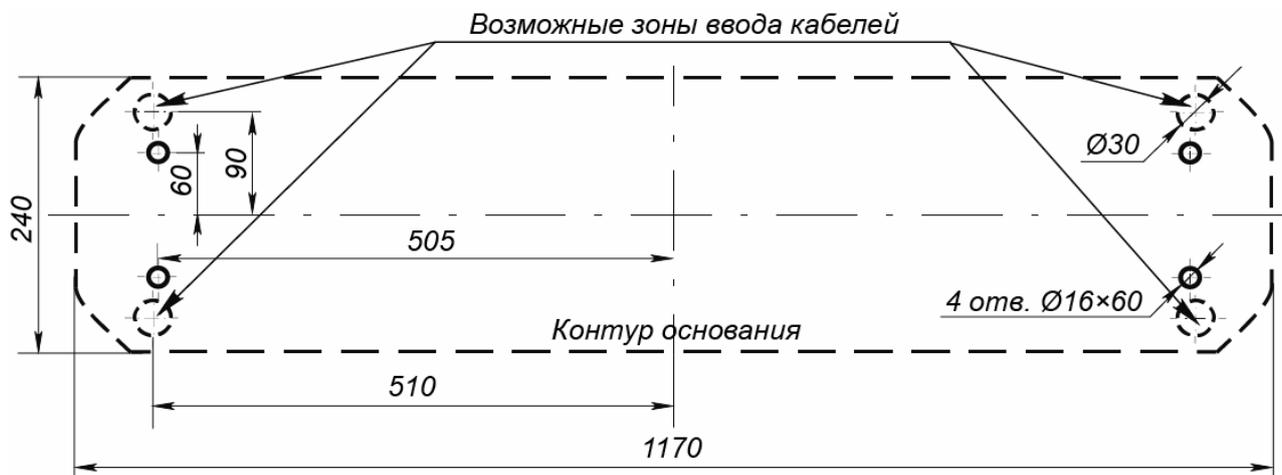

Рисунок 11. Схема разметки для установки стойки ЭП
4. Согласно схеме, приведенной на рис. 11, произведите разметку и разделку отверстий на установочной поверхности под гильзы анкеров для крепления стойки ЭП.
6. При необходимости прокладки кабелей под поверхностью пола подготовьте в полу кабельный канал, подходящий к одной из зон подводки кабелей, указанных на рис. 11 для ввода кабелей в стойку ЭП.